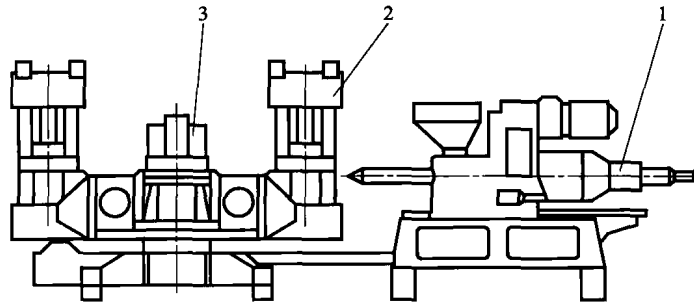

图 1-6 多模注塑机
④ 多模注塑机。如图 1-6 所示，该型注塑机是一种多工位操作的特殊机型。根据注塑机的注射量和用途，可将注射系统和合模系统进行多种排列方式。